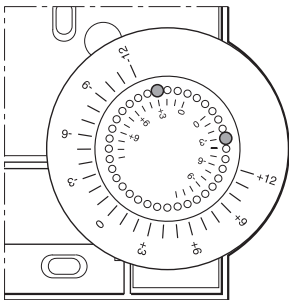

Figura 6: Limitación del rango de ajuste
- ▶ Desplace los dos pequeños pasadores en los agujeros del mando, para limitar el rango de ajuste (véase Figura 6). Tome el interior de la escala como punto de orientación: En la Figura 6, los pasadores están colocados de manera que la ruedecilla permita ajustarse ± 3 °C en torno al punto cero.